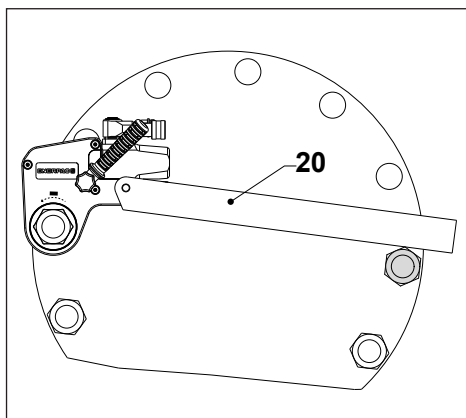
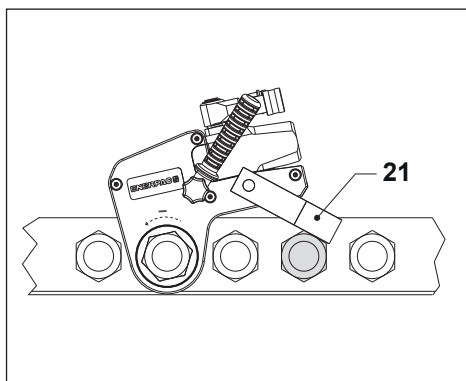

Fig. 13
Fig. 14
4.3.4 Användning av förlängd mothållsarm (Fig. 13)
- Placera den förlängda mothållsarm ur WTE-serien (20) mot en lämplig mothållspunkt. Mothållspunkten håller emot den kraft som verktyget alstrar.
4.3.5 Användning av mothållsarmpaddel (Fig. 14)
- Placera mothållsarmpaddeln ur WRP-serien (21) mot en lämplig mothållspunkt. Mothållspunkten håller emot den kraft som verktyget alstrar.
Se Fig. 14 och 17 för svivelkomponenter.